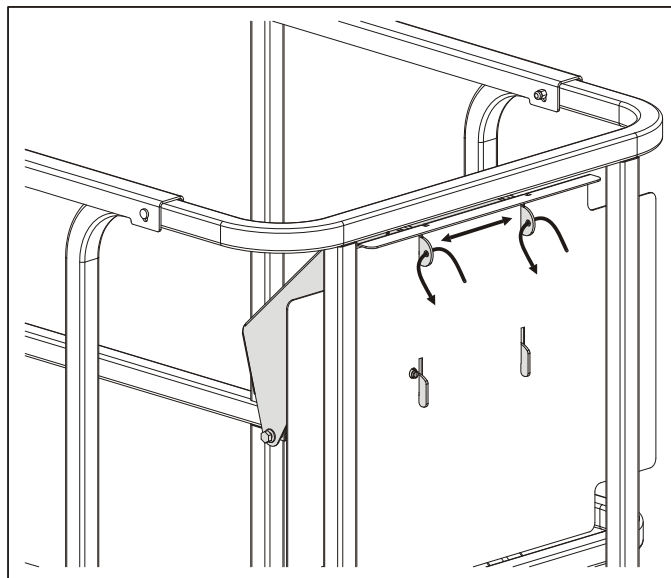

Figura 3-9. Fixação do posto de comando à plataforma
6. Rodar o interruptor de selecção do posto de comando para a posição de desligar e retirar a chave para proteger a máquina contra utilizações não autorizadas. O posto de comando da plataforma também pode ser fixo à respectiva placa de montagem, consultar a Figura 3-9.